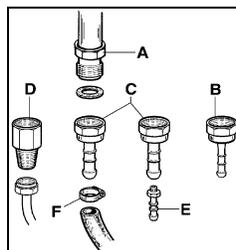

Fig.4
**Per l'allacciamento dell'apparecchio alla rete gas tramite tubo flessibile in gomma occorre un raccordo portagomma supplementare (Fig. 4 ) che viene fornito in dotazione con l'apparecchio conforme alla norma UNI 7141.**